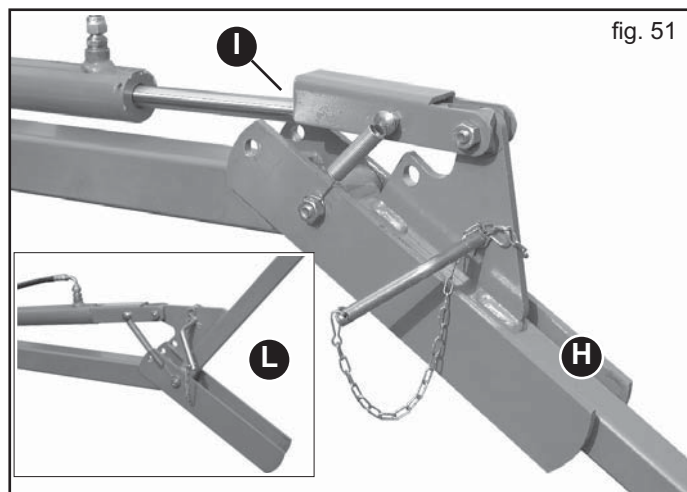

fig. 51
- 3) Die öldynamische Anlage einschalten, indem die Eggenarme an den Endanschlag gebracht werden (H, Abb. 51).
- 5) Sicherstellen, dass der Feststellbügel korrekt am Zylinderschaft positioniert wurde (I, Abb. 51).
Dieser letztere Eingriff erlaubt es, beim Umkehren am Kehrein oder bei allen anderen Manövern mit vom Boden abgehobener Maschine auch die Saatgutabdeckegge teilweise anzuheben (L, Abb. 51) und diese beim Absenken der Sämaschine korrekt zu positionieren.